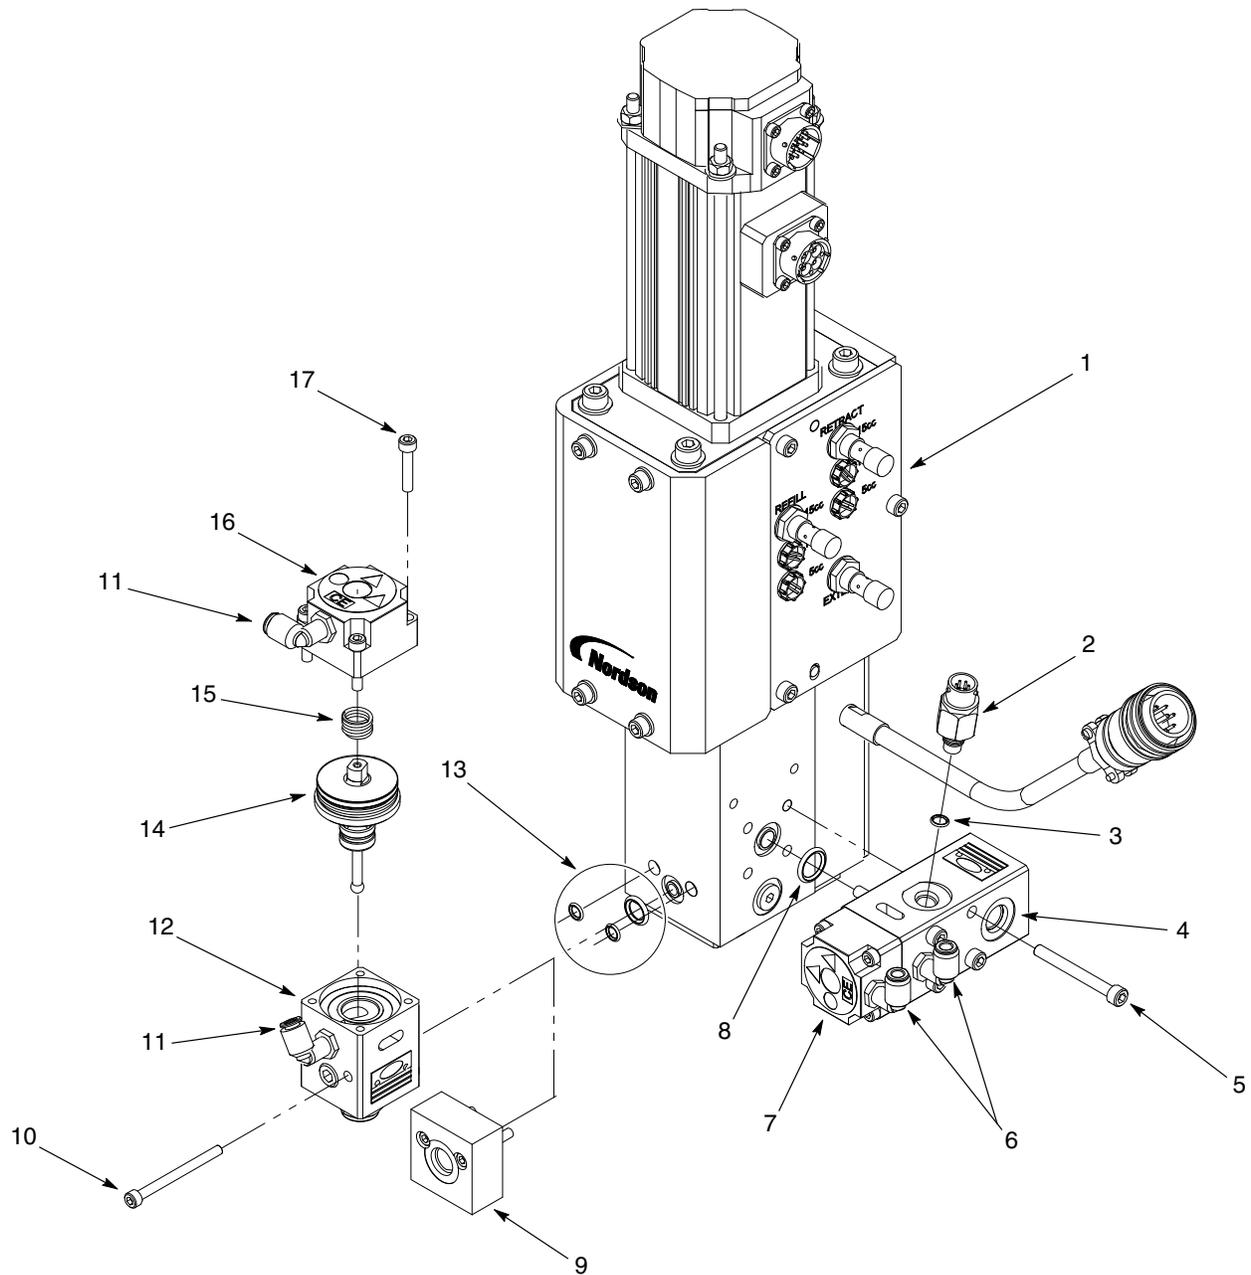

Рис. 12 Ремонт впускного и выпускного клапанов
При выполнении ремонта гидравлической части руководствоваться рис. 12 и следовать нижеуказанным процедурам.
1. См. рис. 12. Вывернуть винты (17) крепления крышки пневмоцилиндра (16) на корпусе клапана (12). Вынуть пружину (15) из корпуса клапана.
2. При помощи миниатюрной отвертки извлечь уплотнительный картридж (14) из корпуса клапана (12).
3. Установить новый уплотнительный картридж (14) в корпус клапана (12).
4. Поставить пружину (15) на уплотнительный картридж (14).
5. Смонтировать крышку пневмоцилиндра (16), используя винты (17). Затянуть винты моментом 8,5–9 Н•м (75–80 фут-фунтов).
При замене выпускного клапана руководствоваться рис. 12 и следовать нижеуказанной процедуре.
При замене впускного клапана руководствоваться рис. 12 и следовать нижеуказанной процедуре.
1. См. рис. 12. Отсоединить кабель от преобразователя давления (2).
2. Извлечь преобразователь давления (2) из впускного клапана (7).
3. Нанести на уплотнительное кольцо (3) преобразователя давления смазку TFE. Установить преобразователь давления (2) во впускной клапан (7) и затянуть моментом 5–5,6 Н•м (45–50 фут-фунтов).
4. Присоединить кабель к преобразователю давления (2).